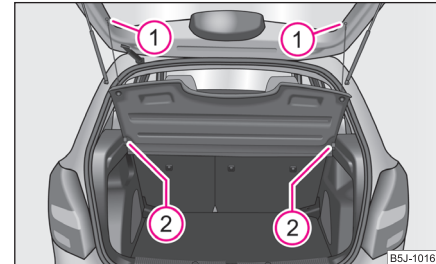

Fig. 58 Demontarea raftului din portbagaj
- Desprindeți benzile de susținere de pe capacul portbagajului ❶ ⇒ pagina 63, fig. 58.
- Raftul din portbagaj se poate scoate din suporturile ❷ trăgând raftul în spate, sau bătând pe partea posterioară a raftului, în zona dintre suporturi.
- Pentru montare, așezați raftul pe suprafețele capitonajelor laterale și, împingând în față, apăsați raftul în suportul ❷, apoi prindeți benzile de susținere ❶ în hayon.